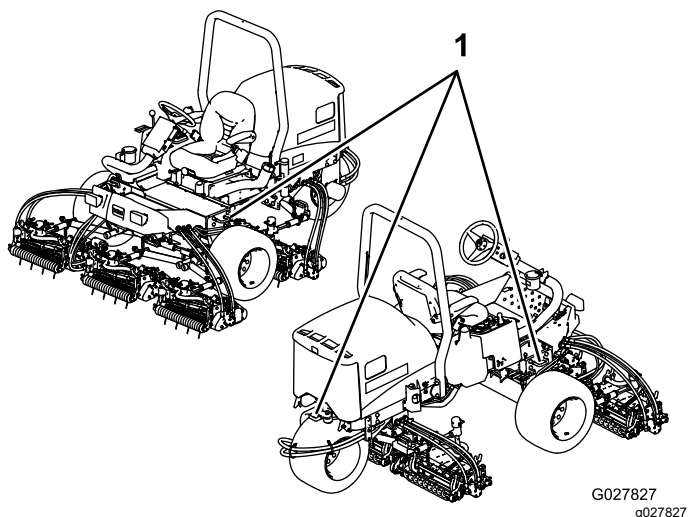

Рисунок 39
5. Для надежного крепления машины к прицепу или грузовику с помощью стропов, цепей, тросов или канатов используйте установленные на машине металлические крепёжные проушины (Рисунок 39).